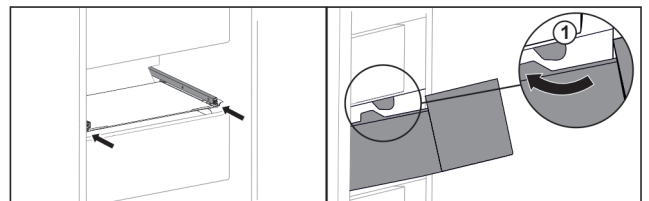

Fig. 115
- ▶ Far passare il cassetto intorno ai fermi Fig. 115 (1).